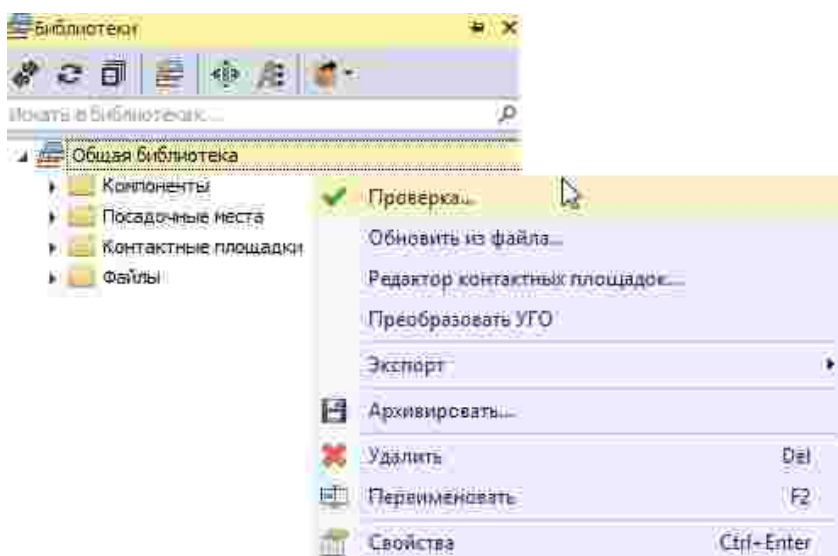

Рис. 13 Запуск проверки библиотеки
1. Вызовите контекстное меню с библиотеки, которую необходимо проверить, и выберите пункт «Проверка...», Рис. 13.